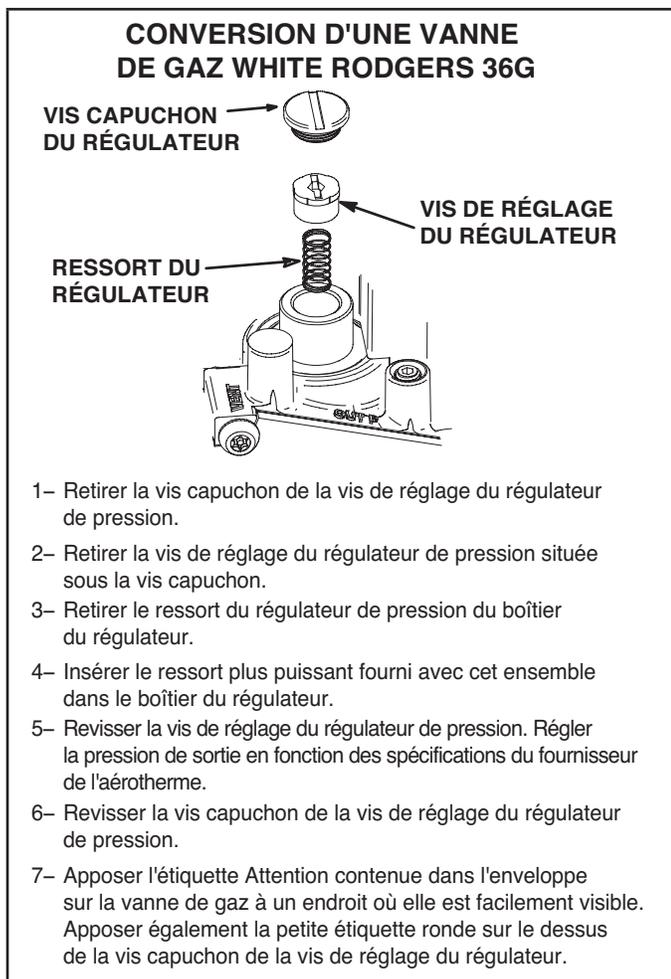

Figure 2
- 8 - Installer l'ensemble de conversion de la vanne de gaz. Voir les instructions du fabricant livrées avec l'ensemble de conversion de la vanne. Voir Figure 2.
- 2 - Une fois la pression du gaz vérifiée et/ou réglée, vérifier la pression du collecteur au niveau de l'orifice de contrôle de pression du côté sortie de la vanne de gaz. La pression correcte du collecteur pour le gaz naturel est indiquée au Tableau 2 ou 3. Voir la Figure 2 pour l'emplacement de la vis de réglage de la pression du gaz du collecteur.